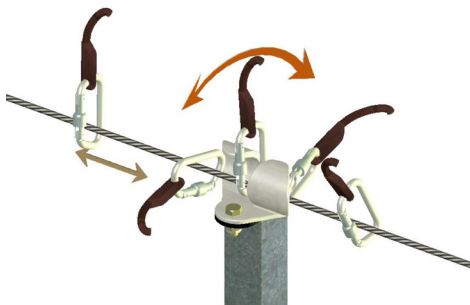

fig. 3.1: Atravessar um suporte intermédio
- Fixe o mosquetão do talabarte ao cabo do dispositivo de ancoragem Söll SafeLine evitando um desengate involuntário (**fig. 3.1**).
- Ao atravessar o suporte intermédio, o mosquetão deverá ser guiado manualmente sobre o suporte intermédio sem retirar o mosquetão do cabo (**fig. 3.1**).